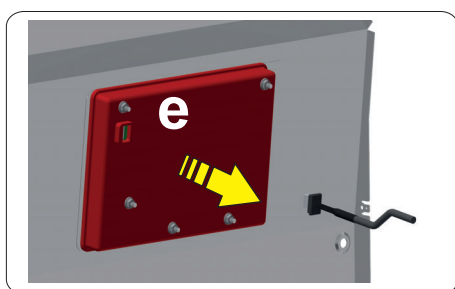

Fig. 11
- Scollegare il cavo dal display (posizione **e** - vedi **Fig. 11**).